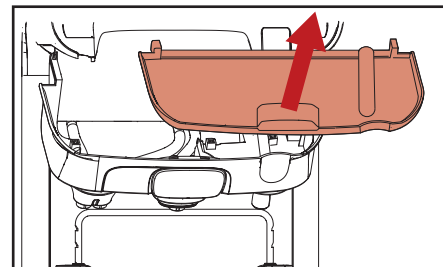

Fig. 5.11 - Enlevez le bac de récupération interne
- c. Enlevez le bac de récupération interne et nettoyez-le s'il le faut (fig. 5.11).